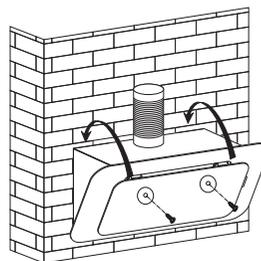

Bild 7
- Sätt flätkåpan på kroken. Efter att ha justerat positionen, fixera kåpan med säkerhetsskruvar. Se Bild 7.